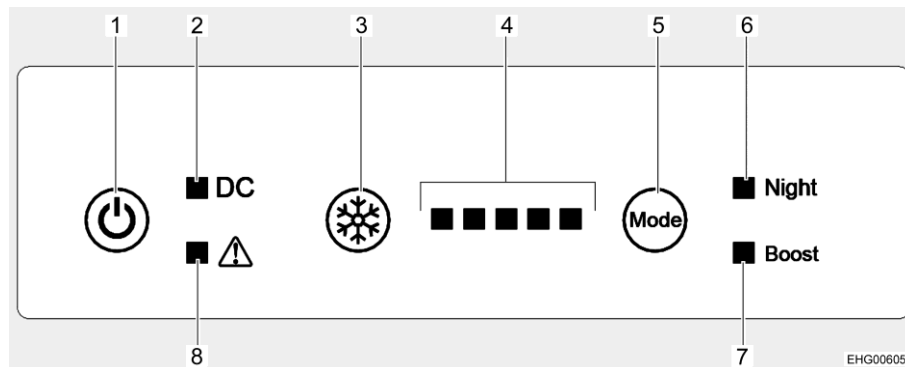

Bild 244 Reglage, knappar (kylskåp)
Slå på: ■ Tryck på på/av-knappen (Bild 244,1). Alla kontrollampor tänds (ljusst) och släcks efter ca 3 sekunder. Endast driftkontrollampan (Bild 244,2) förblir tänd och indikerar att kylskåpet fungerar. Kompressorn startar efter en kort fördröjning.
Slå från: ■ Tryck på på/av-knappen (Bild 244,1). Driftkontrollampan (Bild 244,2) slocknar.
Ställa in kylsteg: ■ Tryck på knappen för kylsteg (Bild 244,3) upprepade gånger tills önskat kylsteg visas. Ju fler kontrollampor (Bild 244,4) som tänds, desto högre kyleffekt (och även energiförbrukning).
Slå på nattläge: ■ Tryck på driftlägesknappen (Bild 244,5) upprepade gånger tills kontrollampan för nattläge (Bild 244,6) lyser. Kylskåpet fungerar nu i nattläge.
Slå av nattläge: ■ Tryck på driftlägesknappen (Bild 244,5) upprepade gånger tills kontrollampan för nattläge (Bild 244,6) slocknar. Kylskåpet arbetar på nytt i normaldrift.
Slå på boostläge: ■ Tryck på driftlägesknappen (Bild 244,5) upprepade gånger tills kontrollampan för boostläge (Bild 244,7) lyser. Kylskåpet fungerar nu i boostläge.
- Stäng av boostläge: ■ Tryck på driftlägesknappen (Bild 244,5) upprepade gånger tills kontroll-lampan för boostläge (Bild 244,7) slocknar. Kylskåpet arbetar på nytt i normaldrift.